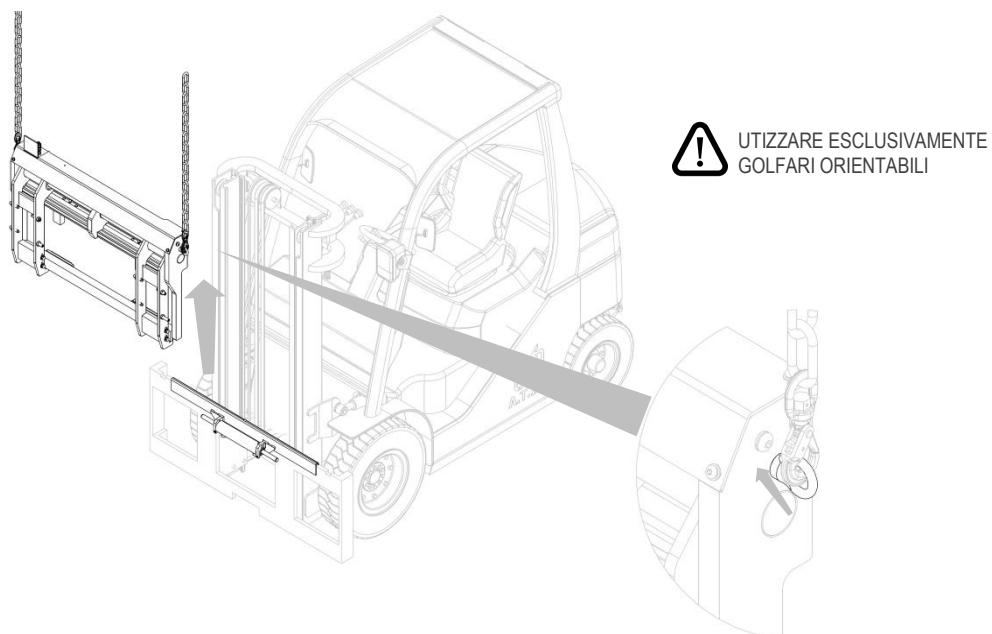

Figura 23
4. Per la movimentazione, devono essere utilizzati esclusivamente golfari orientabili, i quali devono essere avvitati negli appositi fori laterali (vedi dettaglio *Figura 23*);
5. Sollevare quindi l'attrezzatura e rimuoverla dal carrello (vedi *Figura 23*).